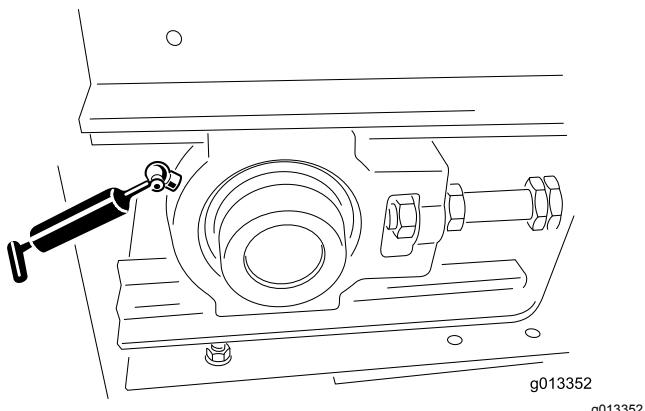
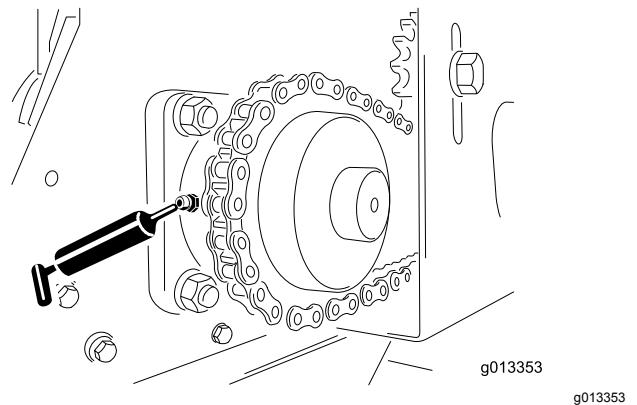
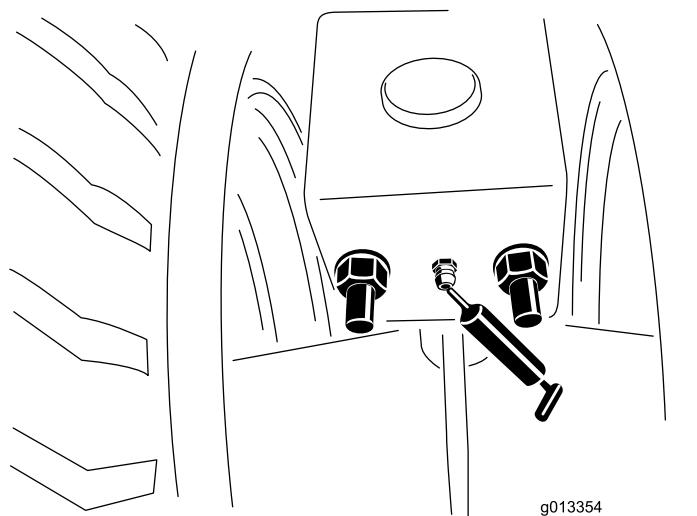

Figura 52
Figura 53
Figura 54
- Sulla macchina e sul telaio di traino sono presenti diversi ingrassatori (Figura 52, Figura 53 e Figura 54).